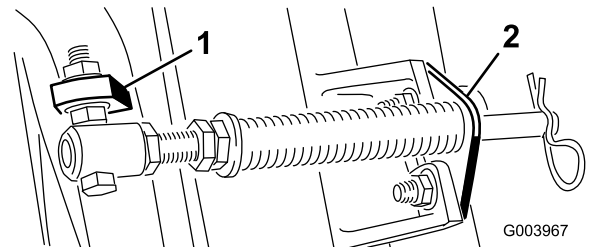

Bild 6
Hinweis: Positionieren Sie den Schraubenkopf zur Außenseite der Nase, wie in **Bild 6** dargestellt.
- D. Montieren Sie die Stangenhalterung mit den Schlossschrauben und Muttern an den Schneideeinheitennasen (**Bild 6**).